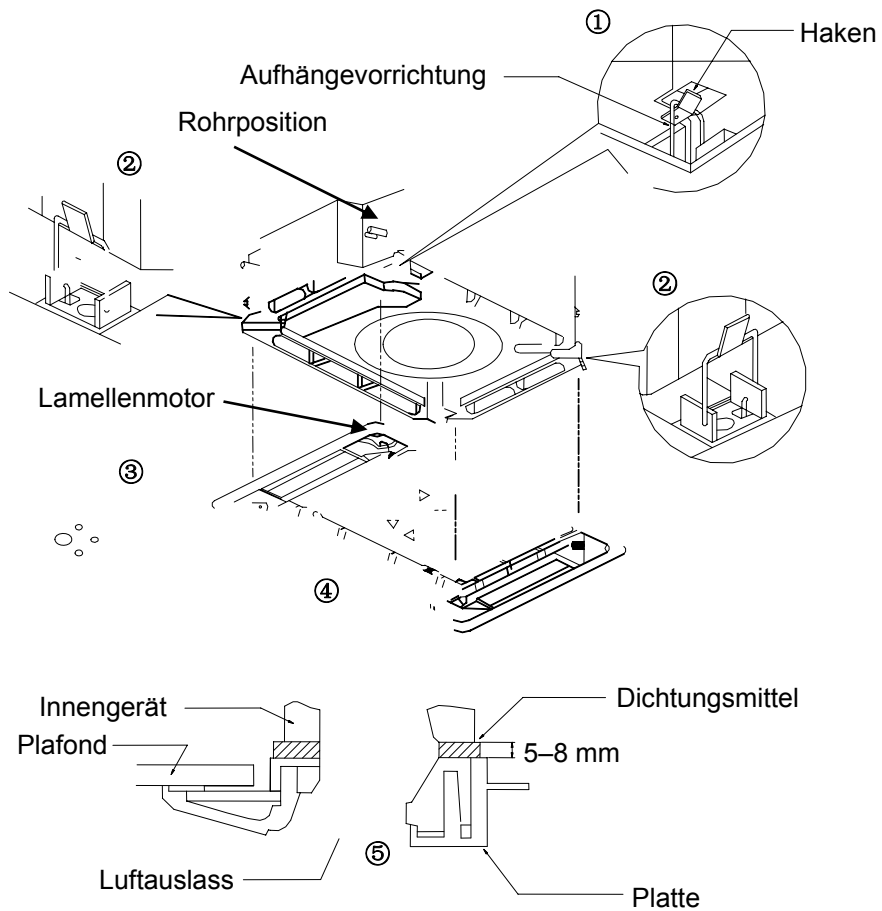

Abb. 13
1. Die Platte an den Innengerätekörper so geben, dass die Position des Lamellensteuer-motors an der Platte der Position des Rohres am Innengerät entspricht, wie im Bild 13 gezeigt.
- (1) Die Platte des Innengerätes provisorisch installieren. Die Platte an dem Haken aufhängen, der sich an der Gegenseite des Innengerätes befindet (2 Positionen).
- (2) Die 2 restlichen Aufhängevorrichtungen an den Haken an Innengeräteseiten aufhängen. (Aufpassen, dass das Kabel des Lamellensteuer-motors im Dichtungsmaterial nicht hängen bleibt.)
- (3) Die 4 unter den Aufhängevorrichtungen befindlichen Sechskantschrauben um ca. 15 mm einschrauben. (Die Platte wird angehoben.)
- (4) Plattenposition durch Drehen in Pfeilrichtung gemäß Bild 13 so anpassen, dass die Öffnung im Plafond vollständig zugedeckt ist.
- (5) Die Schrauben drehen, bis die Dicke des Dichtungsmaterials zwischen Platte und Innengerätekörper auf 5–8 mm verringert wird.